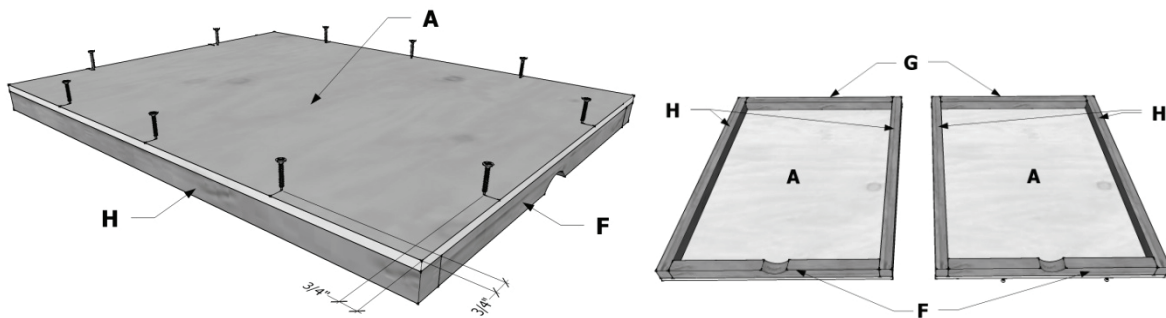

Fig 2 - Schéma de fixation du couvercle et de la base (A). Les longueurs « 2x2s » sont à ras du bord, et l'espacement entre les vis est uniforme.
- a. **Couvercle & Base:** **Utilisez 16 vis de 1 5/8"**, fixez toutes les longueurs « 2x2s » de 25" et les longueurs « 2x2s » de 36" (Parties F, G, H) à chacun des panneaux de 28"x36" (Partie A). Vissez à travers le contreplaqué dans les « 2x2s » longues. L'encoche sur la partie F doit être opposée au contreplaqué. Cela doit faire 2 pièces identiques: l'une servira de couvercle et l'autre de base (Fig. 2). **Attention** à ce que les pointes des vis ne dépassent pas car cela pourrait perforer le revêtement.
Placez la base (Partie A) sur une surface plane, les longueurs « 2x2s » dirigées vers le haut. (Comme le côté droit de la fig. 2)